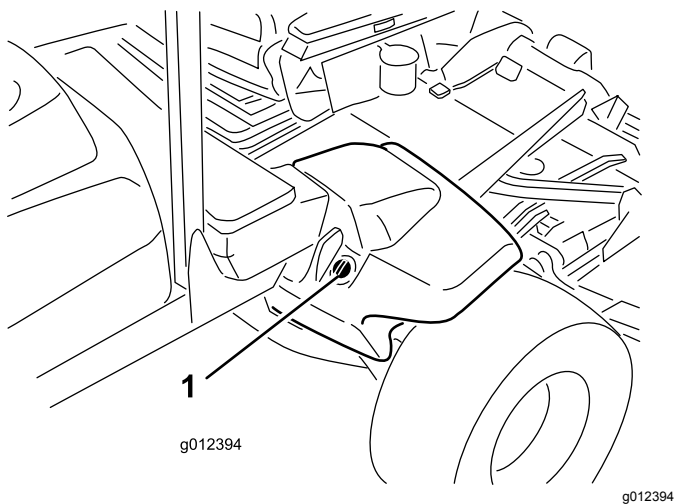

Figura 19
2. Limpie la zona alrededor del cuello de llenado y el tapón del depósito hidráulico (Figura 19). Retire el tapón del cuello de llenado.